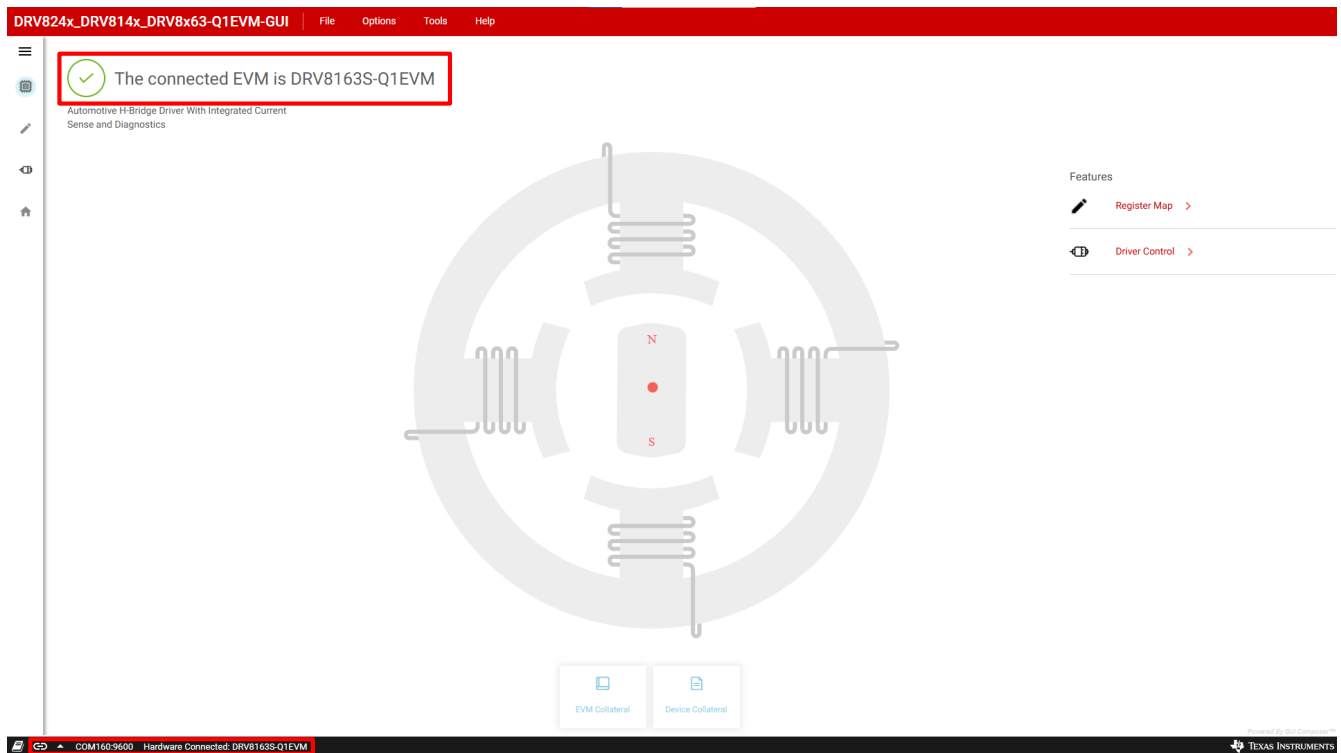

图 4-2. EVM 连接成功
3. 点击正确的 EVM 类型后，GUI 应用程序会开始与 EVM 的通信。系统随即会显示连接确认，如图 4-2 所示：